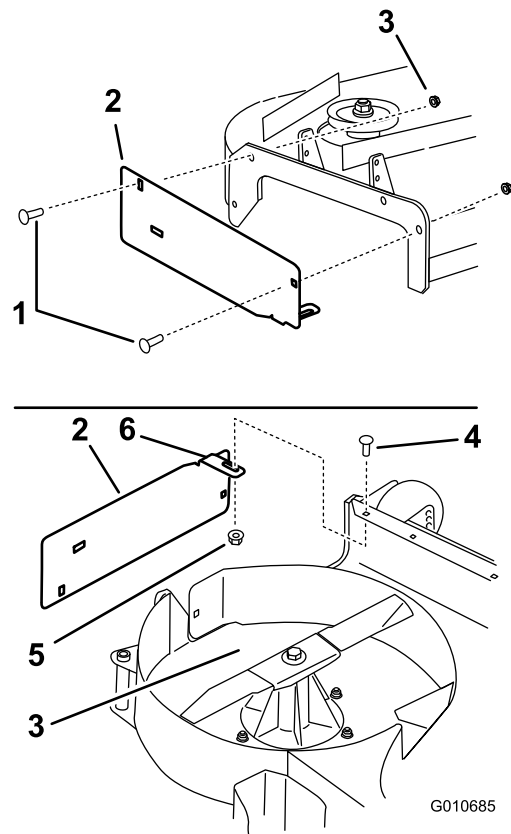

Figure 7
1. Montez la plaque d'éjection à l'extérieur du support à l'aide de 2 boulons de carrosserie ( $\frac{3}{8}$  x  $1\frac{1}{4}$  po) et 2 écrous à embase ( $\frac{3}{8}$  po), comme montré à la Figure 7.
2. Installez la languette à l'intérieur du tablier de coupe avec 1 boulon de carrosserie ( $\frac{5}{16}$  x  $\frac{7}{8}$  po) et 1 écrou à embase ( $\frac{5}{16}$  po) (petite embase), comme montré à la Figure 7.